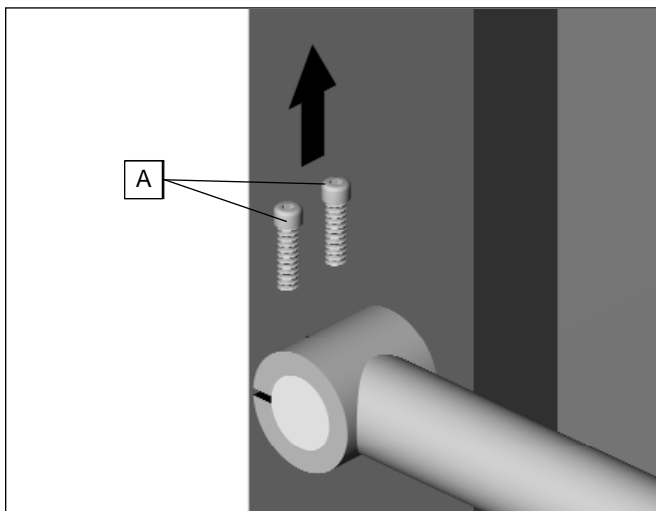

Fig. 8.7 Fjern sikkerhetsarm — Versjon 2
- Fjern sikkerhetsarmen ved å ved å skru ut skruene (A) (fig.8.7).